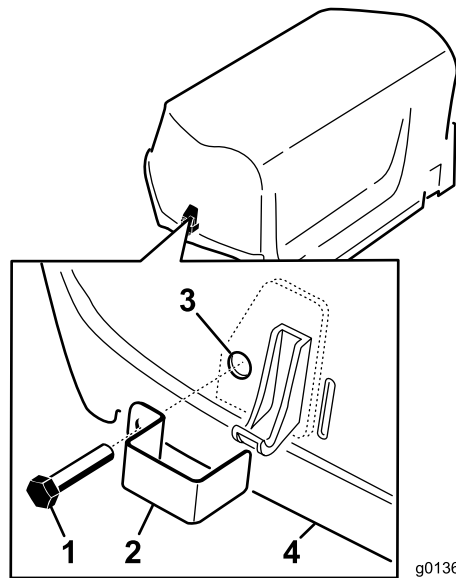

図 7
1. フードの左右についているラッチのそれぞれに、ラッチロックをタップボルトで固定する（左右合計2個）（図 7）。
2. プライヤかモンキーレンチを使って、内部ロックワッシャを各ボルトに入れて（1 山か 2 山）ボルトを固定する（図 7）。